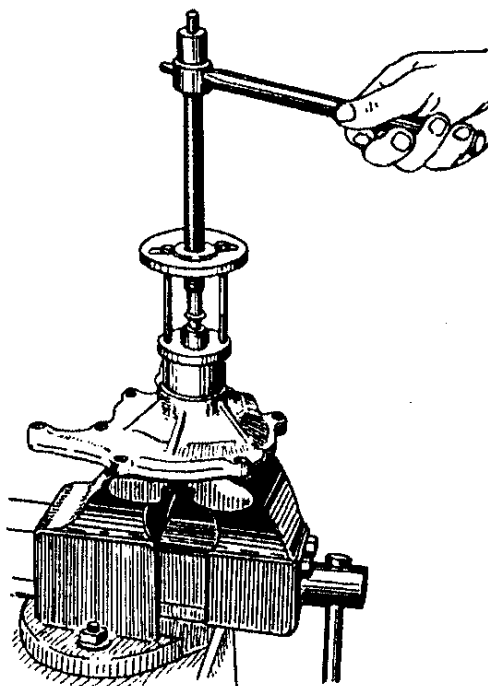

Рис.64. Снятие ступицы шкива водяного насоса
3. Снять ступицу шкива съемником (приспособление 6999-7697), как показано рис.64.